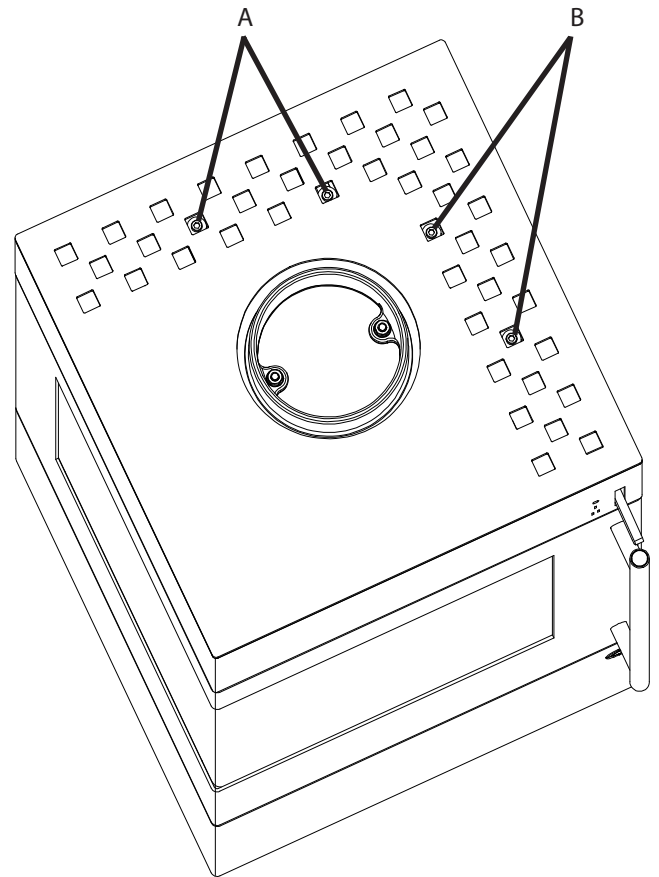

Fig.1
- Befestigungsschrauben (A) für Rückwand und Befestigungsschrauben (B) für Seitenwand oben am Gerät lösen (max. 2 Umdrehungen, siehe Fig.1).